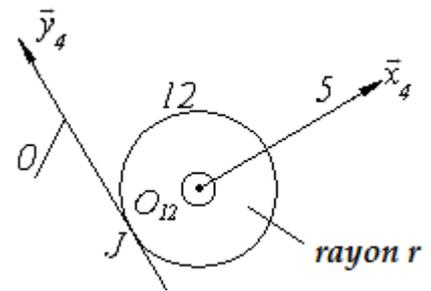

Figure 6
- Le godet (5), de masse  $m_5$ , est en liaison glissière parfaite avec le bras (4) de direction  $\vec{y}_4$  (le paramètre du mouvement de translation est  $y$ ,  $\overrightarrow{O_{11}G_5} = -x_5 \cdot \vec{x}_4 + y \cdot \vec{y}_4$ ).
- La masse de la chaîne (3) est négligeable.
- L'action du moteur (15) sur le pignon (9) est représentée par le torseur  $\{T_{moteur \rightarrow 9}\} = \begin{Bmatrix} \vec{0} \\ C_m \cdot \vec{z}_{10} \end{Bmatrix}_{O_9}$ .
- L'action de la chaîne (3) sur le godet (5) est représentée par le torseur  $\{T_{3 \rightarrow 5}\} = \begin{Bmatrix} \vec{T} = T \cdot \vec{y}_4 \\ \vec{0} \end{Bmatrix}_M$ .
**Question 2-3 :** En exprimant la condition de non glissement en  $J$ , déterminer la relation entre  $\omega_{12}$ ,  $r$  et  $y$ , en déduire la relation entre  $\omega_{12}$  et  $\omega_m$ . Voir Figure 6.
**Question 2-4 :** Déterminer l'énergie cinétique de l'ensemble  $\Sigma = \{9, 3, 5, d, 11, 12\}$  dans son mouvement par rapport au bras (4), en déduire  $J_{\acute{e}q}$ , le moment d'inertie équivalent ramené à l'axe moteur.